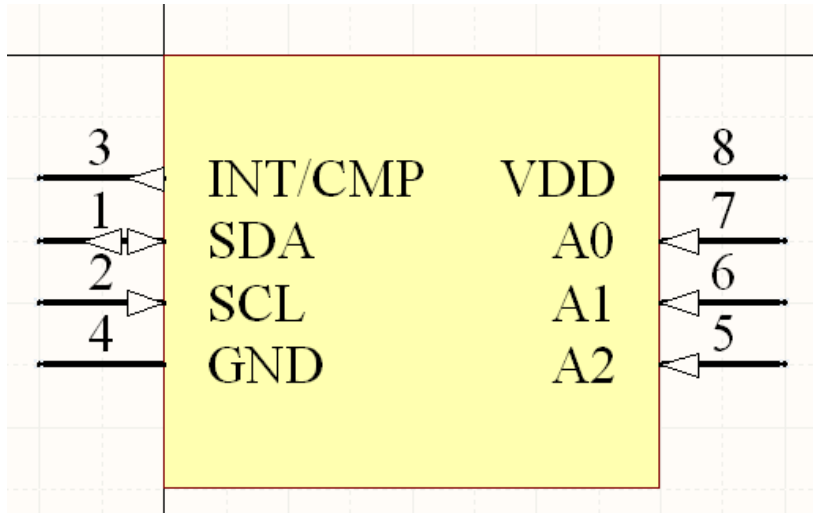

图 7 微芯片 TCN75 串行温度传感器
9. 为图 7 所示的器件创建图形表示。器件体为**长方形**，放置在图纸正中原点处。原点为两条暗色网格线构成的十字准线交点，可放大/缩小显示十字线和网格线。放置长方形时从原点开始，器件体为 80 单位宽 x 70 单位高，您可以使用 **Status bar** 上显示的坐标来引导。